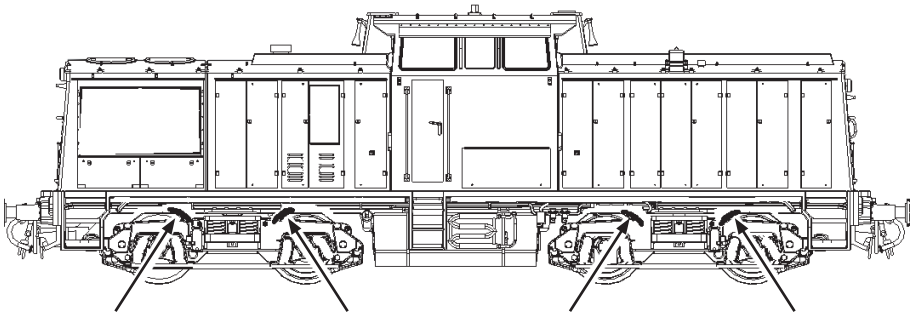
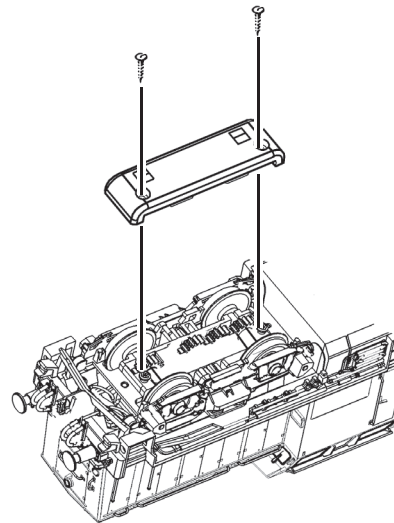

Fig. 7
Fig. 3
2. Schmierung: Versehen Sie die im Schmierplan in Fig. 7 gekennzeichneten Stellen mit nur **kleinen Öltropfen**. Dazu zuerst das Lokgehäuse abnehmen (Fig. 3). Wir empfehlen den **ROCO Öler Art.-Nr. 10906**. Fürs Schmieren der Getriebeteile (Zahnräder, Schnecke) empfehlen wir das **ROCO-Spezialfett Art.-Nr. 10905**. Im Falle der Schmierung diese Teile **nicht ölen**.
4. Kohlebürstenwechsel: Lokgehäuse abnehmen (Fig. 3). Danach wird der Motor ausgebaut und die Kohlebürsten ausgewechselt (Fig. 7).
2. Lubrication: Apply **tiny oil drops** to spots marked in fig. 7. Prior to lubrication dismantle locomotive (fig. 3). We recommend using item no. **10906, Roco oiler**. For lubrication the gearparts (e.g. cogwheels, worm) we should recommend our Roco **special grease** (item no. **10905**).
4. Carbon Brush Changing: First remove loco body (fig. 3), and then the motor (fig. 7).
2. Graissage: N'appliquez **qu'une toute petite goutte** aux endroits indiqués par le plan de graissage (fig. 7) après avoir démonté la caisse de la locomotive (fig. 4). Nous vous recommandons **le graisseur à huile Roco réf. 10906**. Pour graisser les engrenages (roues dentées, vis sans fin) nous vous conseillons la **graisse spéciale Roco réf. 10905** pour engrenages en matières synthétiques. Lorsque vous utilisez cette graisse il faut éviter d'huiler ces composants.
4. Remplacement des balais du moteur: Démontez la caisse (voir fig. 3). Démontez ensuite le moteur et échangez le balais (fig. 7).
voir } Fig.3